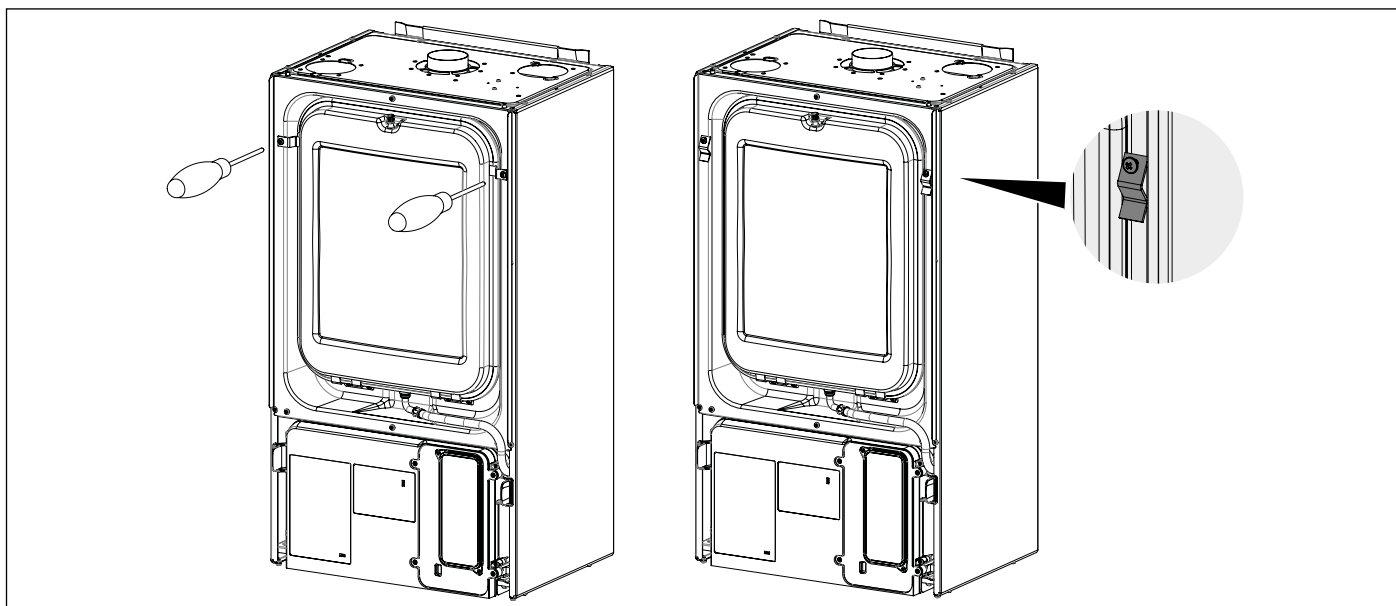
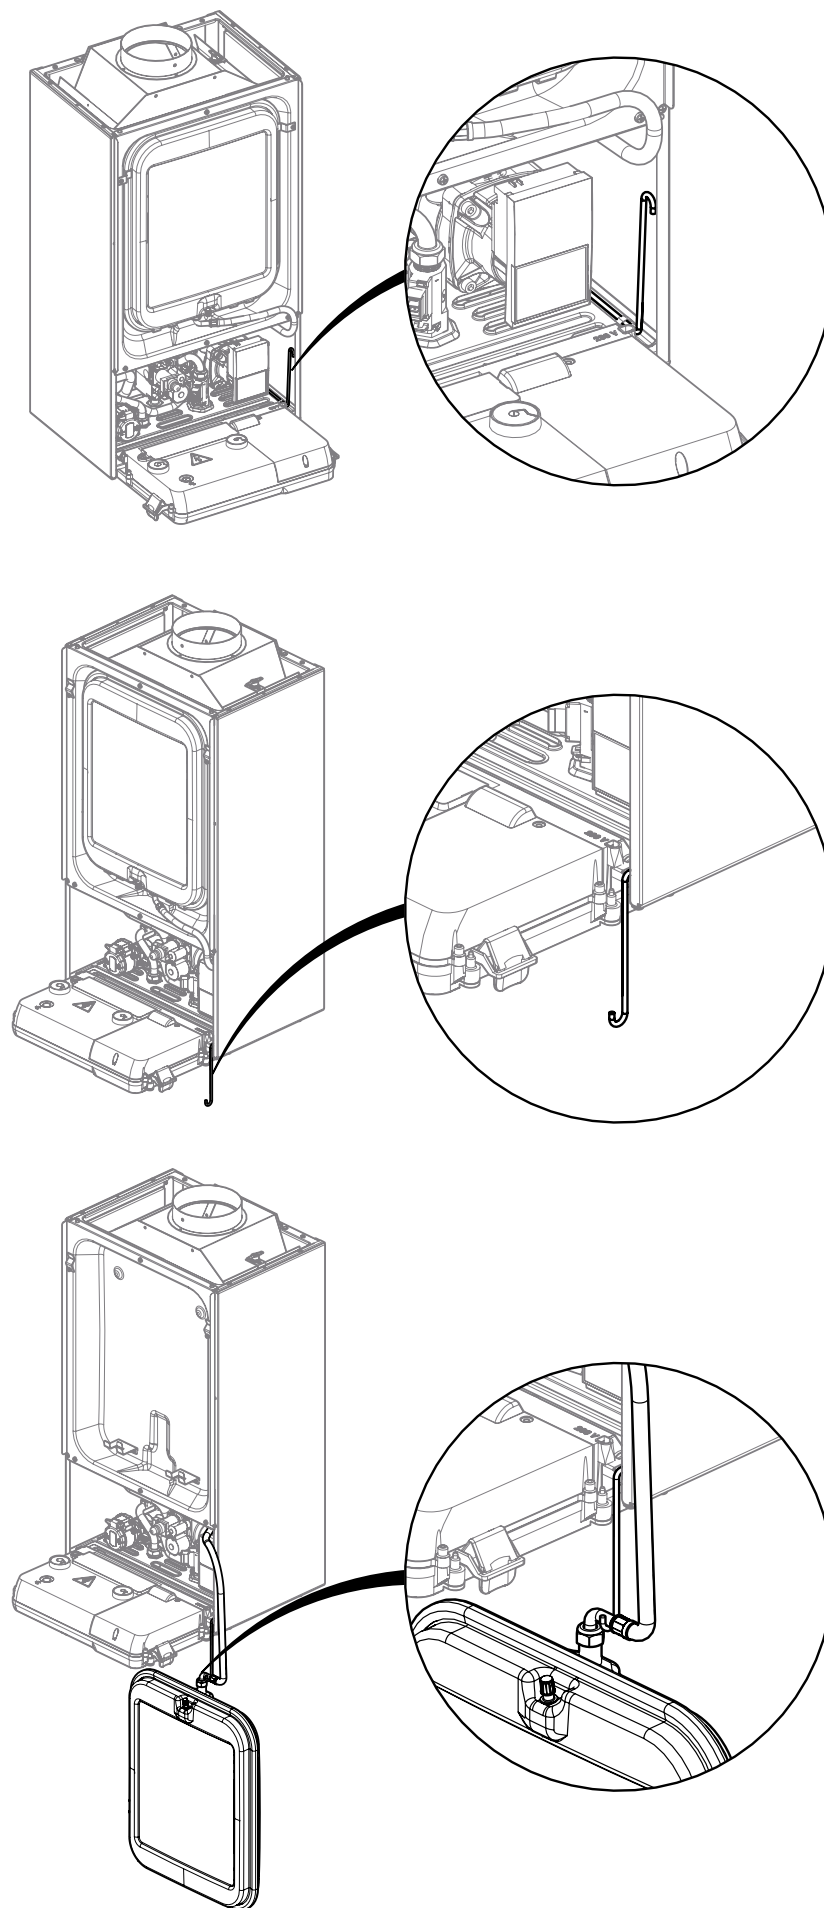

Рис. 21 Демонтаж фіксаторів розширювального баку
Рис. 22 Скоба кріплення розширювального бака
- Зняти передню панель герметичної камери, попередньо зняв розширювальний бак (дивись Рис. 21 Демонтаж фіксаторів розширювального баку та Рис. 22 Скоба кріплення розширювального баку).